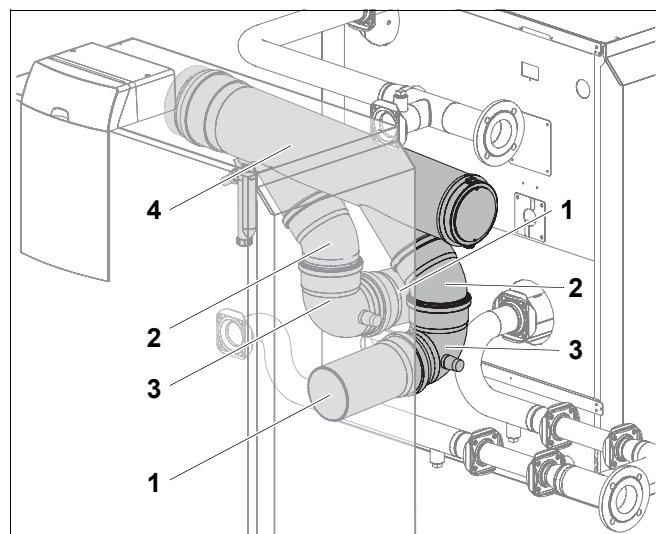

Рис. 7 Монтаж дымовой трубы на установке с двумя котлами 180, 240 или 320 кВт
- Смажьте трубы (рис. 7, **поз. 1**) в местах соединений антифрикционной смазкой и вставьте их в предназначенные для них места на обоих котлах.
Если на трубопроводах отопительных котлов установлены запорные вентили, то трубу (рис. 7, **поз. 1**) на обоих котлах нужно удлинить на величину монтажного размера запорного вентиля. Дополнительные трубы поставляются вместе с запорными вентилями.
- Нанесите смазку на отводы 87° (рис. 7, **поз. 3**) в местах соединений и установите их на трубы (рис. 7, **поз. 1**) (муфтой вверх).
Если коллектор дымовых газов должен находиться выше трубопроводов воды, то на отвод 87° (рис. 7, **поз. 3**) можно установить удлинительный элемент (труба 1 м, не входит в поставку). Монтаж проходит так же, как на котлах мощностью 400 - 560 кВт (см. раздел 3.2).
- Нанесите смазку на отводы 45° (рис. 7, **поз. 2**) в местах соединений и наденьте их на два нижних патрубка коллектора дымовых газов (рис. 7, **поз. 4**).
- Наденьте отводы 45° (рис. 7, **поз. 2**) коллектора (рис. 7, **поз. 4**) на установленные ранее отводы 87° (рис. 7, **поз. 3**).
Если на трубопроводах отопительных котлов установлены запорные вентили, то трубу (рис. 7, **поз. 4**) на обоих котлах нужно удлинить на величину монтажного размера запорного вентиля. Дополнительные трубы поставляются вместе с запорными вентилями.